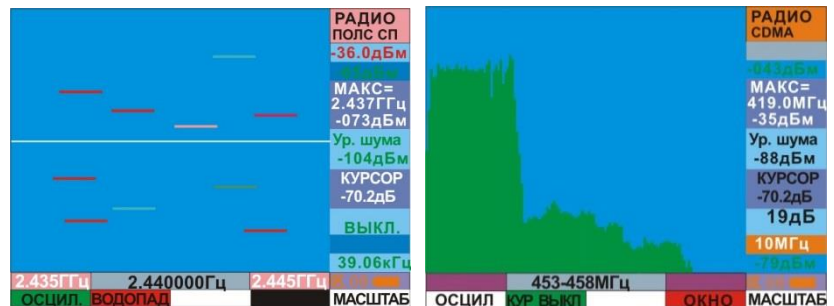

Рис. 38
**Установка порога индикации относительно существующего уровня сигналов** осуществляется нажатием на **>0<**. При этом в позиции 2 рис.38 показываются численные значения пороговых уровней.
При нажатии на **МЕА** осуществляется переход к спектрограмме, осциллограмме, или опции «ВОДОПАД» для выбранного стандарта (Рис. 38).